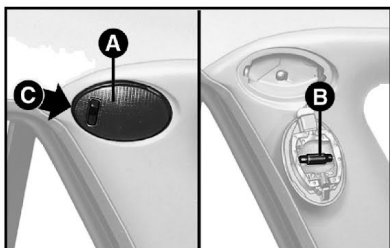

fig. 47
- 1) Remover o grupo porta-lâmpadas e tampa transparente **A-fig. 47**, usando uma chave de parafusos, pressionar **C**.